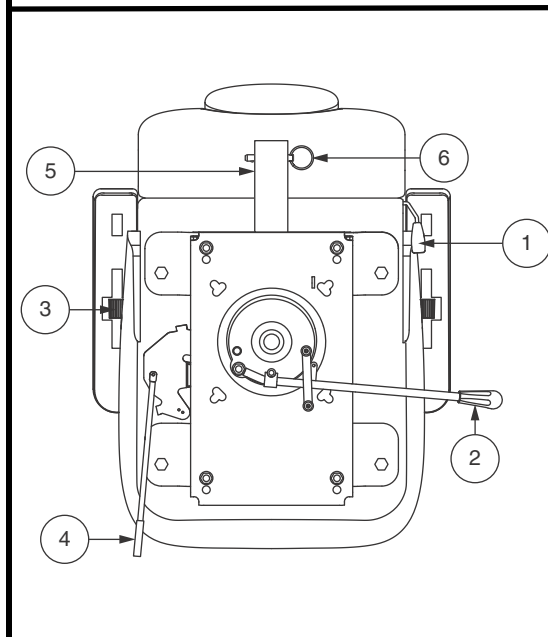

Figure 16. Réglage du siège – Style B
Si votre scooter est équipé d'un siège à dossier inclinable, vous pouvez changer l'inclinaison du dossier avec le levier de réglage du dossier. **Voir la figure 16.**
1. Déplacez le levier coulissant du siège (situé sur le côté inférieur gauche du siège) vers l'extérieur. **Voir la figure 16.**
Élevez ou abaissez l'inclinaison des accoudoirs en tournant la roulette de réglage sous l'accoudoir. **Voir la figure 16.**
Le support d'accessoire monté à l'arrière vous permet d'attacher un accessoire personnel comme un panier, support pour marchette ou tout élément à l'arrière de votre scooter. Utiliser la goupille de verrouillage afin de bien fixer votre article au support d'accessoire. **Voir la figure 16.** Consultez votre revendeur autorisé pour plus de détails.